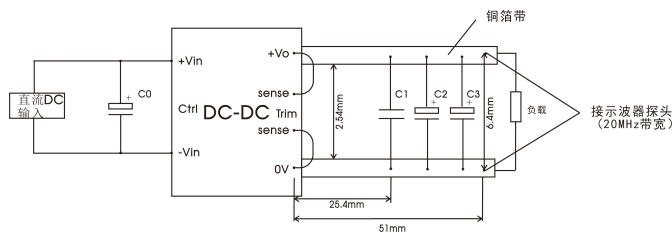

图 1
注: ①纹波和噪声的测试方法参见图 1。
所有该系列的 DC/DC 转换器的常规性能在出厂前, 都是按照下图 1 推荐的测试电路进行测试。